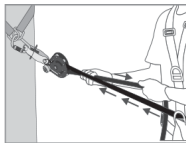
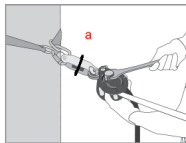

Fig. 3
Fig. 4
När du har monterat livlinan måste du göra en förinställning av spänningen genom att för hand dra i linan (vid linans ände – **Bild 3**). Då bör kammen (8) och kampsaken (4) automatiskt komma i kontakt med linan. Fäll ned kampsaken (4) och använd sedan en lämplig nyckel för att ställa in spänningen på spänningsjusteringsstiftet (1) till dess att spänningsindikatorns bricka (a) som sitter på spänningsindikatorn (2) roterar fritt (**Bild 4**). SLUTA ATT DRA ÅT så fort bricken rör sig fritt! Förspänningen bör ligga på omkring 0.5 kN. Vid användning ska du kontrollera denna spänning (att spänningsindikatorns bricka roterar) och justera den vid behov enligt ovanstående beskrivning.